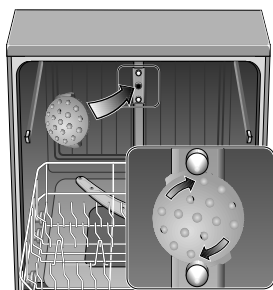

Figure 13/Illus. 13
1. Insert the Sprinkler into the upper rack spray outlet at the back of the dishwasher tub as shown in Figure 13, and turn the Sprinkler clockwise.
1. Insérer la tête gicleur dans la sortie gicleur du panier supérieur à l'arrière de la cuve du lave-vaisselle comme à la figure 13 et tourner la tête dans le sens horaire.
1. Encaje la Boquilla Regadera en la salida de agua del estante superior en la parte trasera de la tina de la lavadora como indica la Ilustración 13 y dele vuelta a la Boquilla Regadera en el sentido del reloj.